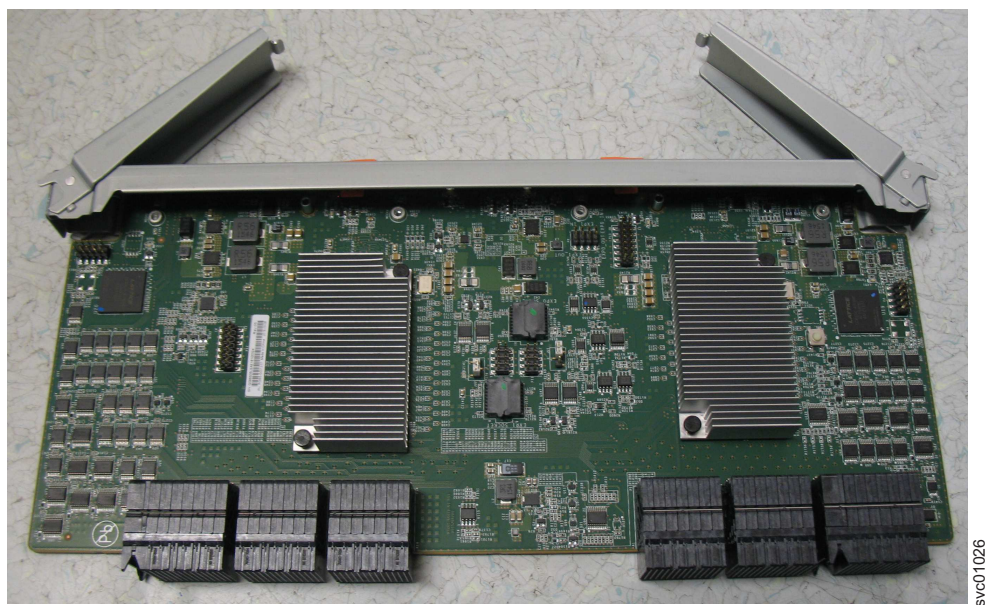

图 88. 打开辅助扩展模块手柄
3. 将新的辅助扩展模块上的两个手柄旋转到打开位置，如图 88 中所示。